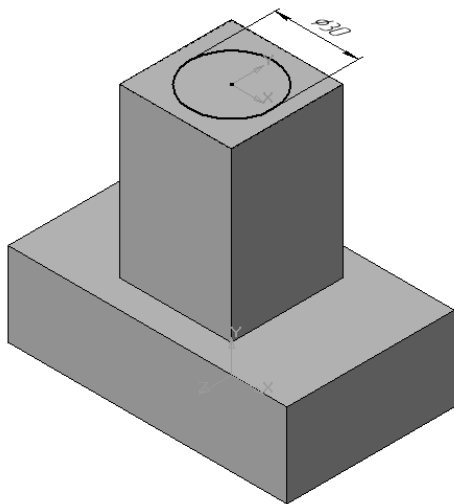
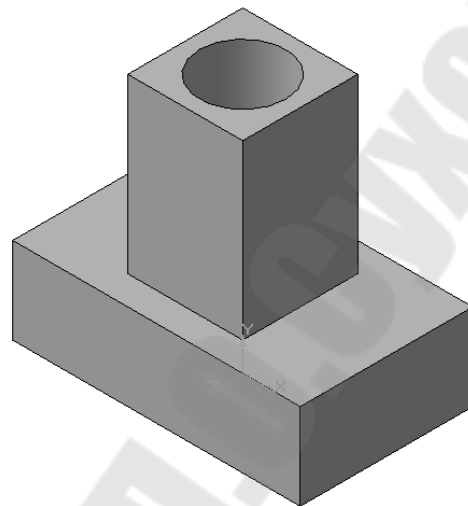

Рис. 81
Рис. 82
3. Для создания цилиндрического отверстия на верхней грани призмы вычертим эскиз отверстия – окружность радиусом 15 мм (рис. 81) и вырежем отверстие выдавливанием на глубину 40 мм (рис. 82).